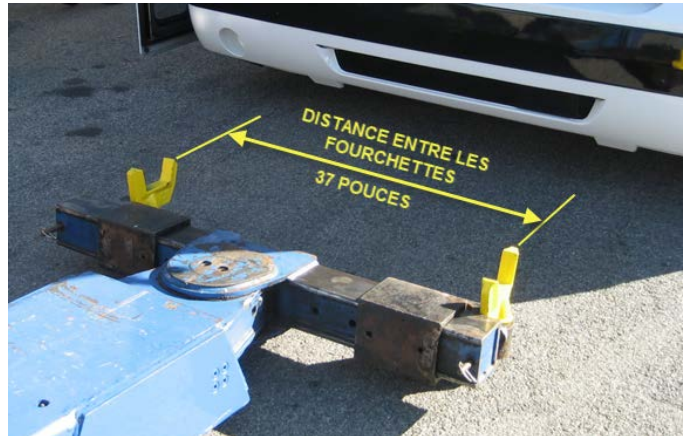

FIGURE 34
2. Placer les fourchettes d'essieu sur les supports (Figure 34).